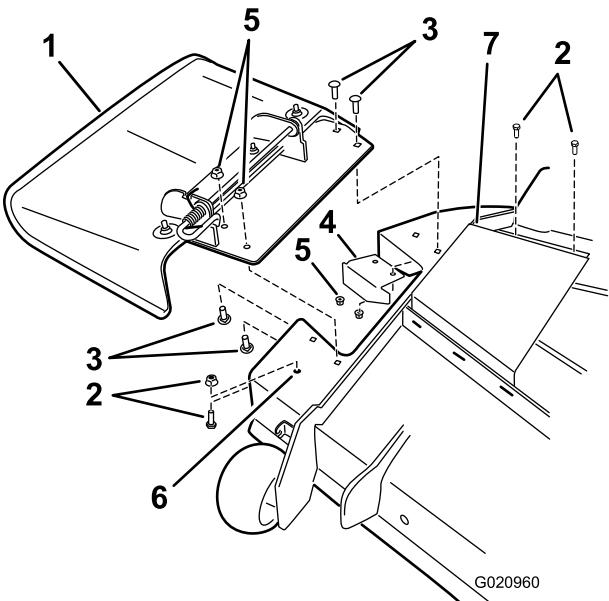

Figura 1
- Retire los pernos de la cubierta de la correa de la derecha (Figura 1).
- Retire los herrajes que sujetan el conjunto del deflector y la placa deflectora existente a la carcasa (Figura 1). Guarde todas las fijaciones.
- En carcasa de corte de 54 pulgadas solamente, retire las fijaciones que taponan el taladro delantero (Figura 1).